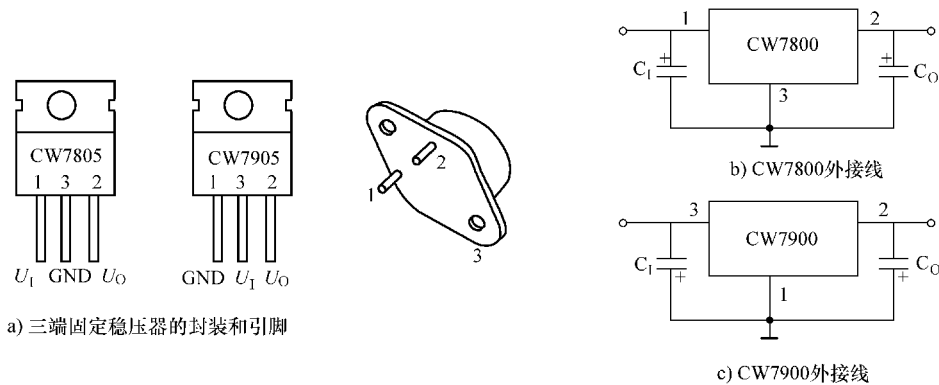

图 3-29 三端固定稳压器的封装、引脚和外部连接图
在 CW78××、CW79×× 系列三端稳压器中，最常用的是 T0-220 和 T0-202 两种封装。这两种封装的图形及引脚序号、引脚功能如图 3-29 所示。
注：图 3-29 中引脚号的标注方法是按照引脚电位从高到低的顺序标注的，引脚①为最高电位，②脚为最低电位，③脚居中。从图中可以看出，不论 78 系列、还是 79 系列，③脚均为输出端。对于 78 正压系列，输入是最高电位，为①脚，地端为最低电位，为②脚，输出为中间电位，为③脚。对于 79 负压系列，输入为最低电位，自然是②脚，而地端为最高电位，为①脚，输出为中间电位，为③脚。